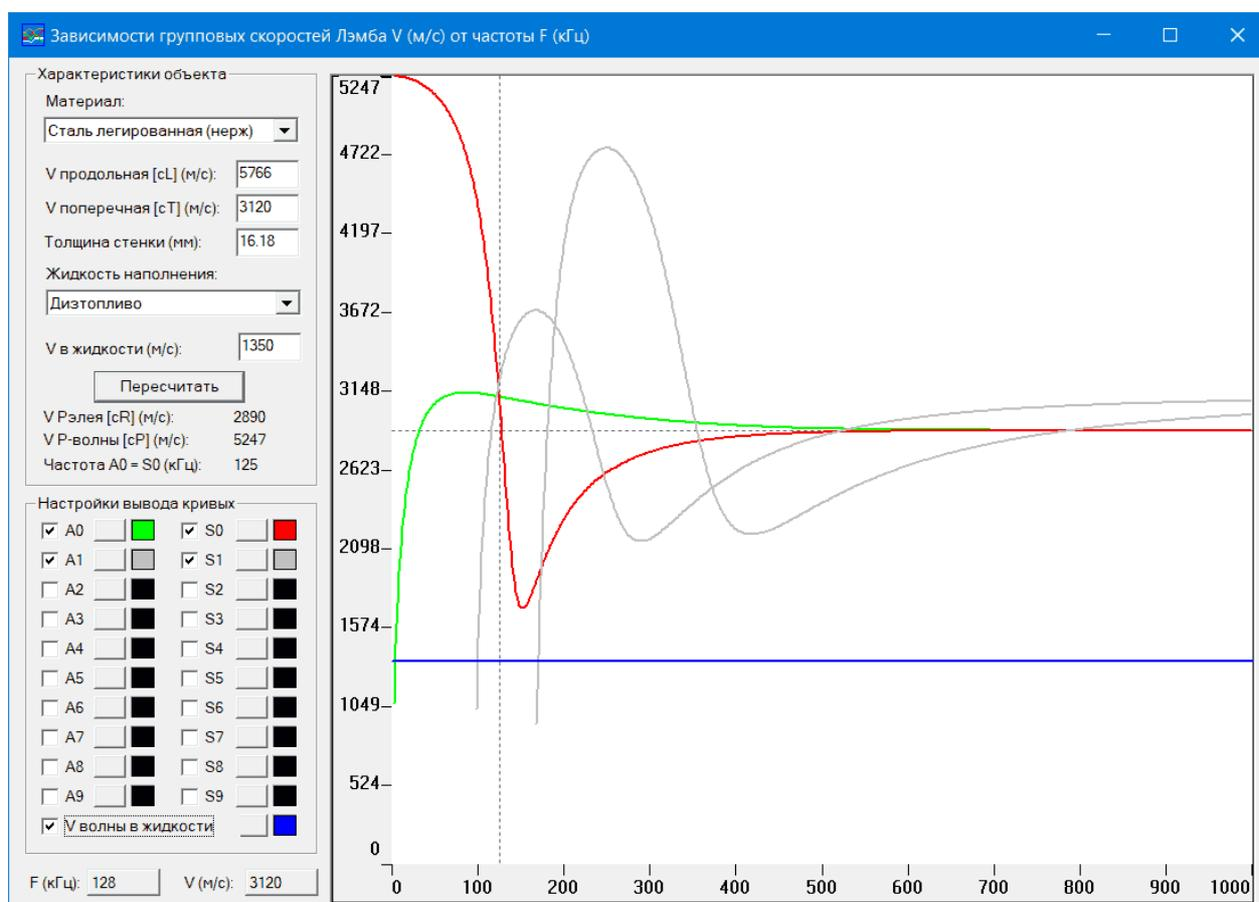

Рис. 15.4. Диалоговое окно с дисперсионными кривыми
- ✧ дисперсионные кривые  $V(F)$ , рассчитанные в окне **Зависимости групповых скоростей Лэмба  $V$  (м/с) от частоты  $F$  (кГц)** (рис. 15.4) и преобразованные по формуле  $t(F) = t_0 + \frac{L}{V(F)}$ , где  $T_0$  — время излучения сигнала,  $L$  — расстояние от ПАЭ до АЭ источника;
Для построения дисперсионных кривых следует выбрать команду главного меню **Вид – Дисперсионные кривые**. После этого появляется диалоговое окно **Зависимости групповых скоростей Лэмба  $V$  (м/с) от частоты  $F$  (кГц)** (рис. 15.4).